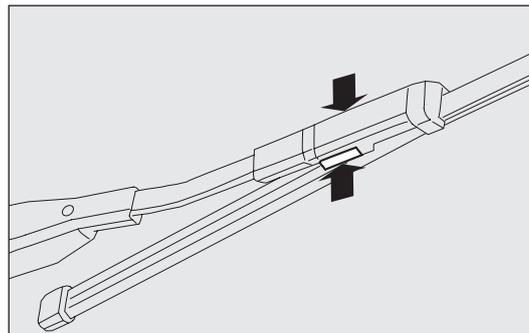

fig. 189 - Versiones puerta basculante
**Versiones puerta basculante fig. 189**